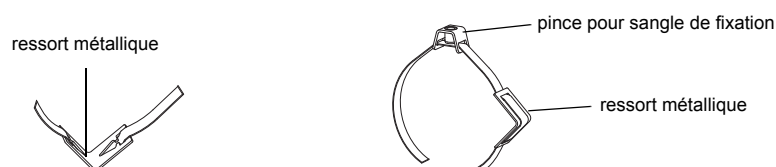

Fig. 9.40: Sangle de fixation avec ressort métallique et pince pour sangle de fixation
- Faites passer l'extrémité longue de la sangle de fixation à travers la pince pour sangle de fixation et le ressort métallique (voir Fig. 9.40). Le ressort métallique ne doit pas être monté :